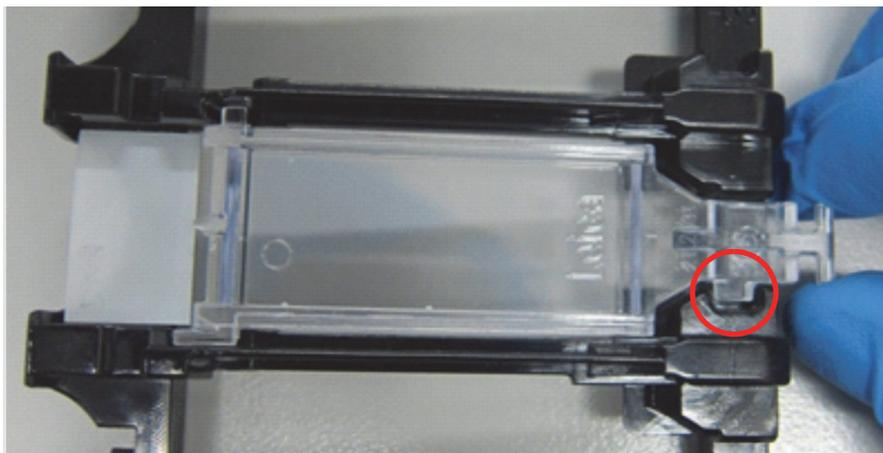

Figura 44: Posizionamento di un Covertile su un vetrino
3. Tenere una Covertile per la testa e stenderla sul vetrino, facendo combaciare la chiave sul collo della Covertile con l'incavo del vassoio vetrini (cerchiato nella Figura 44). Con il nuovo modello di Covertile, se il posizionamento è corretto si deve leggere bene la parola "Leica" impressa sulla Covertile.